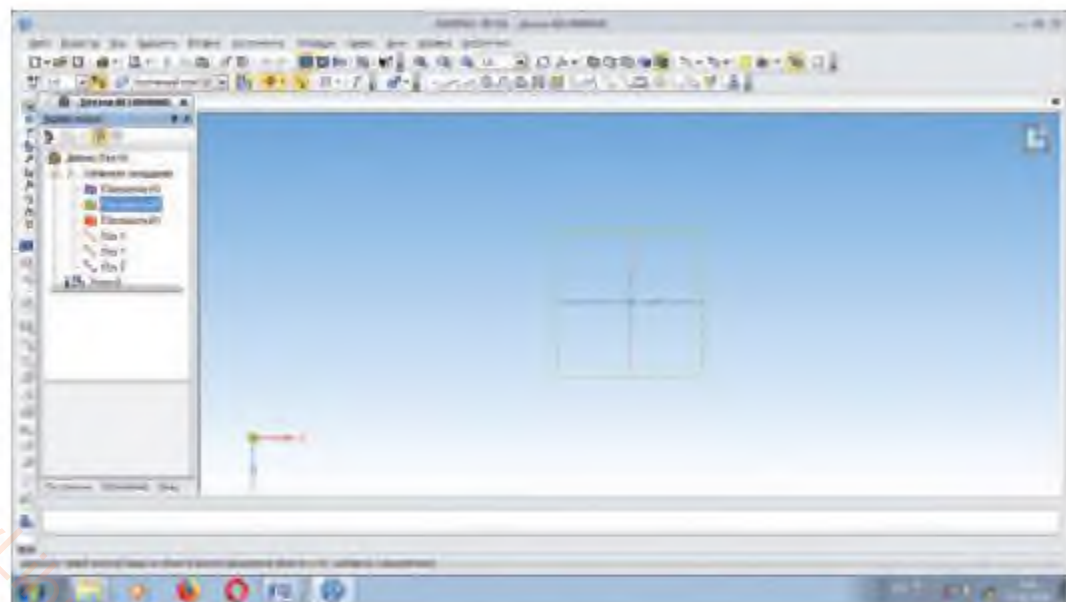

Рис. 17.2
2. Если нажать кнопку **плоскость ZX** на левой стороне, где расположена панель **Дерево построения**, то плоскость **XOZ** будет готова для построения чертежа (рис. 17.2). После нажатия кнопки **Эскиз** можно переходить от аксонометрической проекции к построению плоского изображения, в частности, изображения, получающегося на плоскости **XU**.